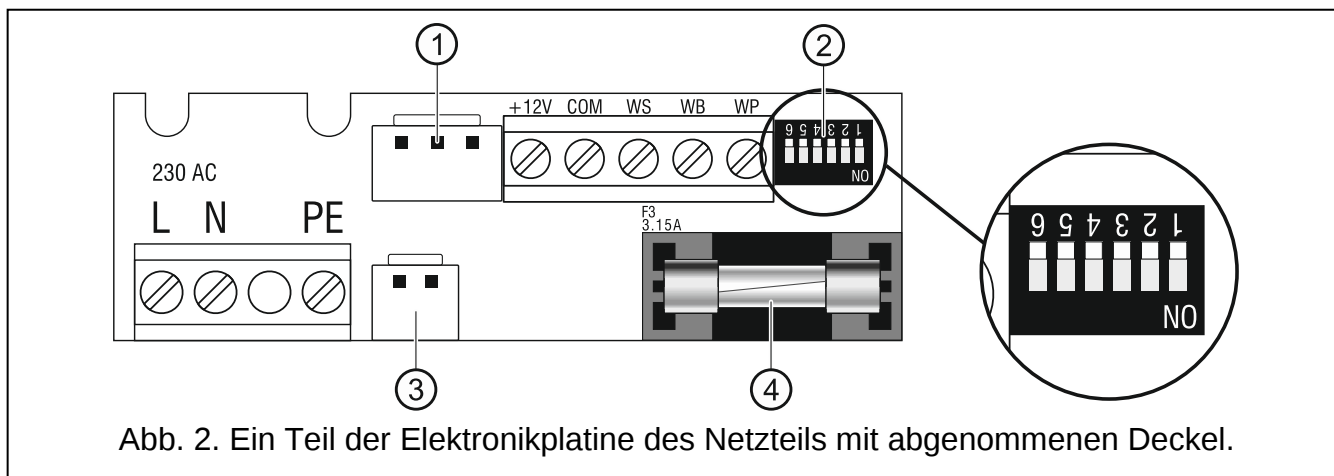

Abb. 2. Ein Teil der Elektronikplatine des Netzteils mit abgenommenen Deckel.
Erläuterung zur Abbildung 2:
4. Soll das Netzteil an ein SATEL-Gerät angeschlossen werden, schließen Sie das Kabel von diesem Gerät an die Schnittstelle ① (Abbildung 2).
7. An die Schnittstelle ③ (Abbildung 2) schließen Sie die Leitungen des Akkus an.